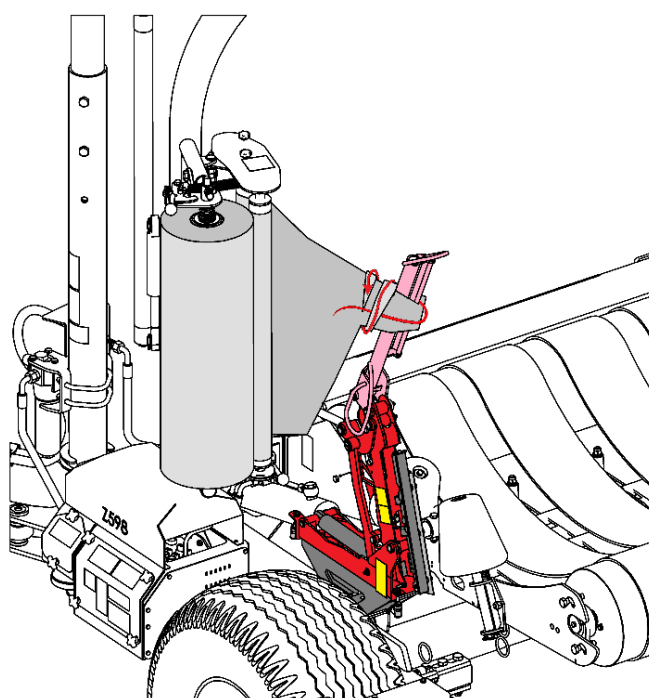

Рис. 44. Зацепление пленки на раме резака
- Оберните полосу пленки вокруг захватного рычага (**рис.44**),